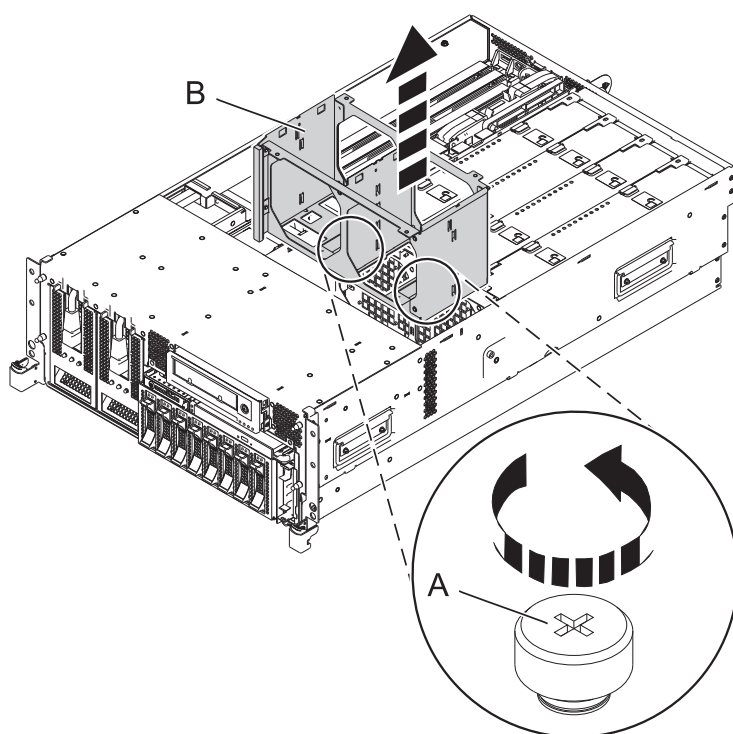

図4. システムからのファン・ケージの取り外し
- c. ファン・ケージを取り外すには、図4 に示すように、2 つのつまみねじ (A) を緩めて、ファン・ケージ (B) を持ち上げてシステムから外します。